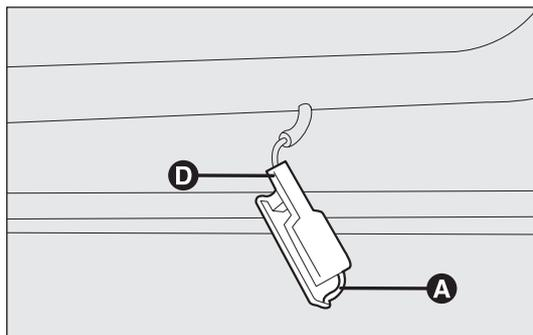

fig. 181
FEUX À RETARDEMENT fig. 181
- enlever le plafonnier en poussant sur le ressort A-fig. 181 ;
- remonter le plafonnier en l'engageant d'abord d'un côté D-fig. 181 et ensuite en poussant sur l'autre côté jusqu'à perception du déclic de blocage du ressort.